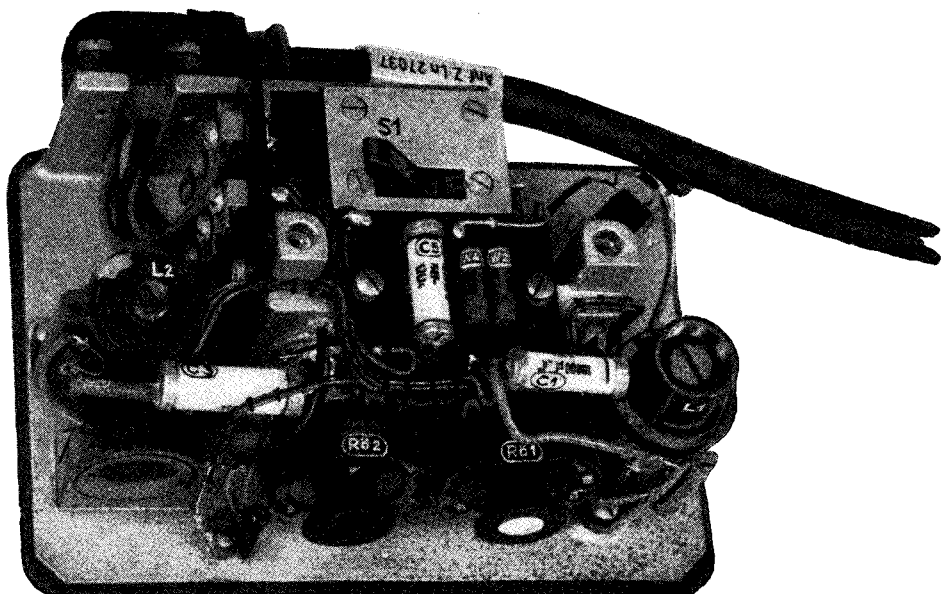

Abb. 2: Frequenz-Kontrollgerät P Q K 17. Innenansicht
**Streiche auf Seite 8**, Bildunterschrift zu Abb. 2 die Zahl: „17“ und setze dafür handschriftlich: „16“.